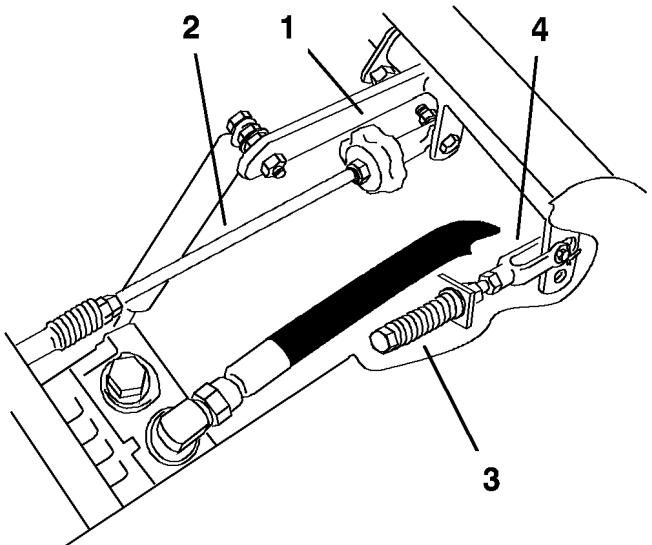

Figure 67
2. Réglez la longueur de la tige de pompe en tournant le bouton dans le sens voulu, jusqu'à ce que la roue soit immobilisée ou tourne légèrement en marche arrière (Figure 67).